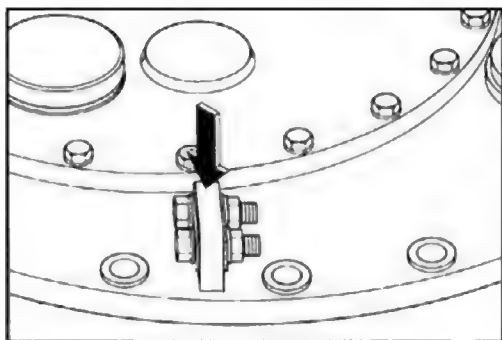

图 38
(1) 将分接开关与变压器油箱通过导体、开关头接地螺丝(2-M12 螺栓和螺母, 19 号扳手)连接起来。最大扭矩 60Nm (图 38)。
(2) 将电动机构箱通过导体、接地螺栓 M12 与变压器油箱连接起来。19 号扳手, 最大扭矩 60Nm。